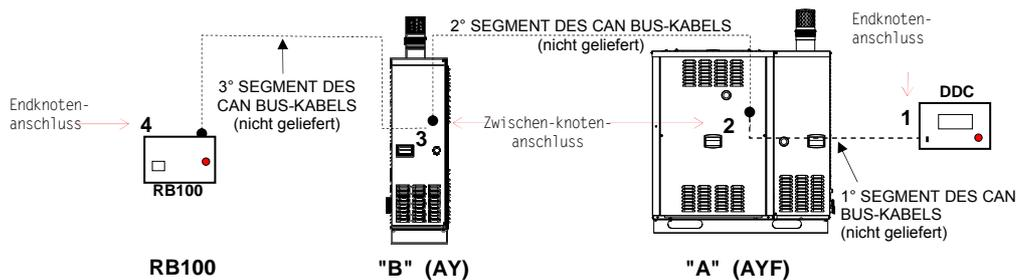

Abbildung 15 Beispiele für CAN BUS-Netz mit 4 Knoten = 2 Einheiten Robur + 1 RB100 + 1 DDC
Gerät und DDC tauschen miteinander über das CAN BUS-Netz Daten aus (Abbildung 15, Seite 34).
Das im Schema von Abbildung 15 CAN BUS-Netz weist folgende Knoten auf:
- Ist das DDC ein **Zwischenknoten** des Netzes (siehe Abbildung 15/Seite 34):
- Handelt es sich bei dem Gerät um einen **Zwischenknoten** des Netzes (Abbildung 15/Seite 34) muss auch Punkt 7 ausgeführt werden.